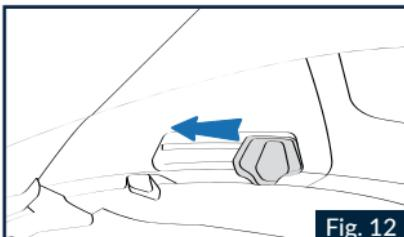

Fig. 12
1.1 Para activar el VPS, accione el cursor tal como se muestra en la Fig. 12 hasta oír el clic que confirma la posición deseada del VPS.
- 3.1 Abra la mentonera del casco y baje el VPS completamente (consulte las instrucciones anteriormente descritas). (Fig. 12).
(consulte las instrucciones anteriormente descritas) (Fig. 12).